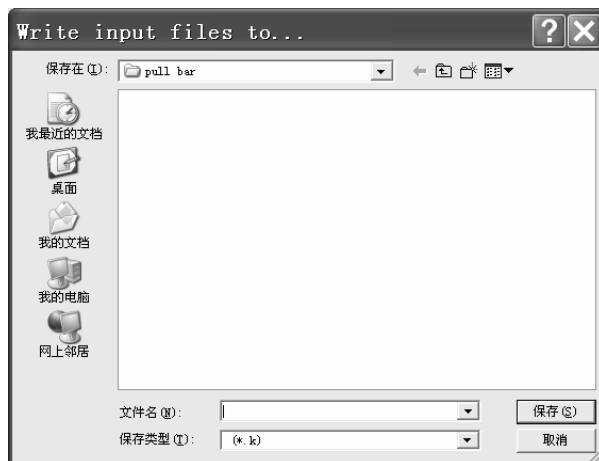

图 5-26 “Write input files to...” 窗口
(2) 在 “Input files to be Written for LS-DYNA” 窗口中 “Write results files for...” 后的方框中选择 “LS-DYNA” (单击该方框后的倒立三角形来选择)。再单击 “Write input files to...” 后的 “Browse...” 按钮, 弹出 “Write input files to...” 窗口 (见图 5-26)。